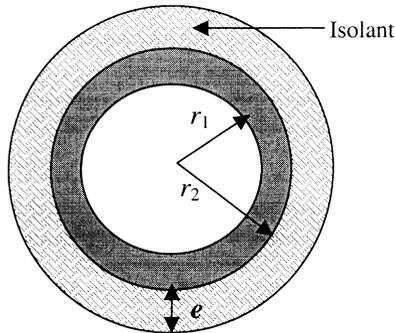

Figure 2.
**III.2.** On souhaite utiliser l'analogie A pour caractériser l'écoulement autour de ce cylindre. On place donc un cylindre de rayon  $a$  dans la cuve rhéoelectrique décrite dans la partie II. L'axe du cylindre est disposé suivant l'axe  $\vec{e}_z$  de la cuve (figure 2). **La simulation de l'écoulement du fluide dans la cuve est assurée par l'application d'une différence de potentiel entre les deux parois conductrices.** Les dimensions de la cuve sont supposées grandes par rapport à celles du cylindre.
**II.6.** Pour limiter les échanges d'énergie thermique, la paroi externe du tube est recouverte d'une couche d'épaisseur  $e$  d'un matériau isolant de conductivité thermique  $\lambda_e$  et d'émissivité  $\varepsilon = 0$  (figure 2). Soit  $T_e$  la température de la surface extérieure de la couche d'isolant. Montrer, dans le cas où  $p_{th} = 0$ , que le transfert thermique entre la paroi interne à la température  $T_1$  et le milieu